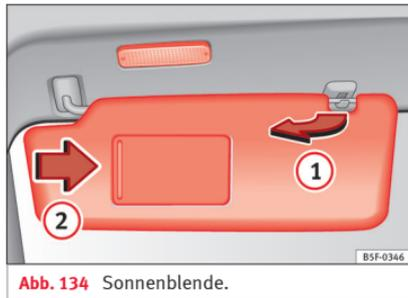

Abb. 134 Sonnenblende.
- Aus der Halterung herausziehen und zu der Tür schwenken »» **Abb. 134 ①**.